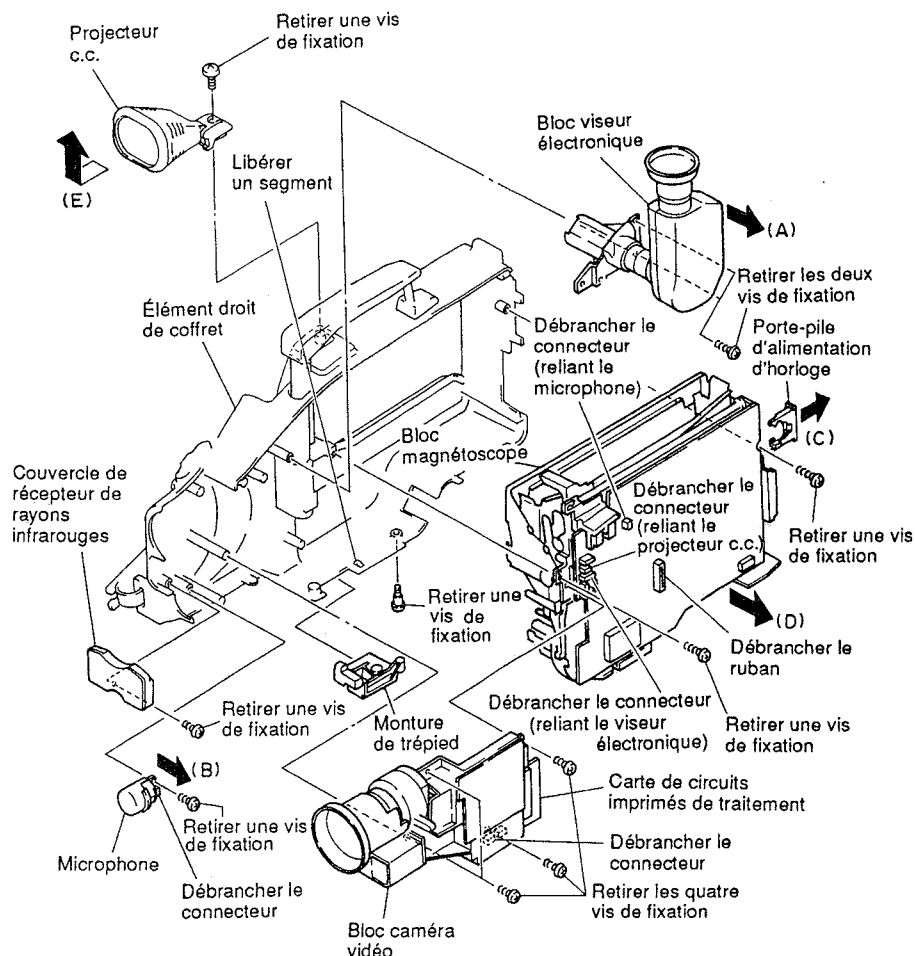

Fig. 2-2
1-2 Bloc viseur électronique (EVF), microphone (MIC), couvercle IR [IRC], projecteur c.c. [DC], bloc caméra vidéo [CAM], monture de trépied [TM] et bloc magnétoscope (Fig. 2-2)
- 1) Débrancher le connecteur implanté sur la carte de circuits imprimés principale. (Se reporter à la figure 2-2)
- 2) Retirer les deux (2) vis de fixation qui immobilisent le bloc viseur électronique.
- 3) Retirer le bloc viseur électronique en agissant dans la direction indiquée par la flèche (A).
- 1) Débrancher le connecteur du microphone. (Se reporter à la figure 2-2)
- 2) Retirer la (1) vis de fixation qui immobilise le microphone.
- 3) Retirer le microphone en agissant dans le sens indiqué par la flèche (B).
- 4) Retirer la (1) vis de fixation qui immobilise le couvercle de récepteur de rayons infrarouges.
- 5) Retirer le couvercle de récepteur de rayons infrarouges en agissant dans le sens indiqué par la flèche (B).
- 2) Retirer la (1) vis de fixation qui immobilise le projecteur c.c.
- 3) Retirer le projecteur c.c. en agissant dans le sens indiqué par la flèche (E) à partir de l'élément droit de coffret.
(4) Bloc caméra vidéo [CAM], monture de trépied [TM] et bloc magnétoscope
- 1) Débrancher le ruban de la carte de circuits imprimés principale. (Se reporter à la figure 2-2)
- 2) Retirer les quatre (4) vis de fixation qui immobilisent le bloc caméra vidéo.
- 3) Retirer le bloc caméra vidéo en agissant dans la direction indiquée par la flèche (B) à partir de l'élément droit de coffret.
- 5) Libérer le (1) segment et retirer la monture de trépied en agissant dans le sens indiqué par la flèche (B) à partir de l'élément droit de coffret.
- 6) Débrancher les trois (3) connecteurs implantés sur la carte de circuits imprimés principale.
- 7) Retirer le porte-pile d'alimentation d'horloge en agissant dans le sens indiqué par la flèche (C).
- 8) Retirer les deux (2) vis de fixation qui immobilisent le bloc magnétoscope.
- 9) Retirer la (1) vis de fixation qui immobilise l'élément droit de coffret.
- 10) Retirer le bloc magnétoscope en agissant dans le sens indiqué par la flèche (D) à partir de l'élément droit de coffret.